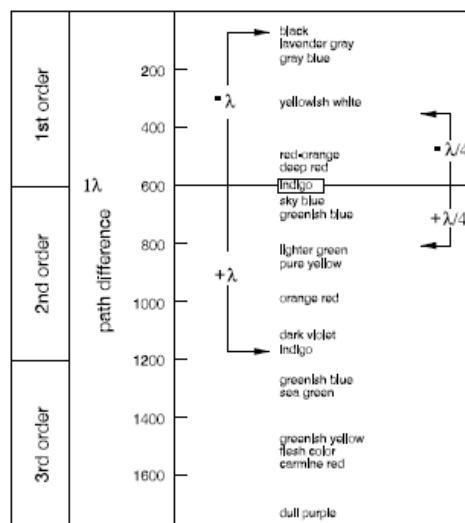

图4-9 Michel-Lévy 颜色图表
- 此时，把载物台约转动 $45^\circ$ ，直到纤维的长轴指向 NE-SW 方向（图4-9）。此时，标本显示最为明亮（对角位置）。在此位置上，标本可能呈现任何颜色。
在明亮位置产生的灰白颜色正如上面标本已经讨论过的一样，对应于 Michel-Lévy 颜色表（图4-9）的 150nm 相位差。